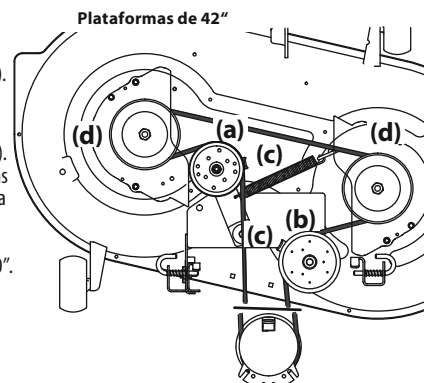
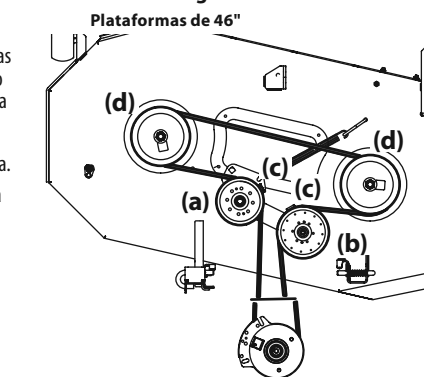
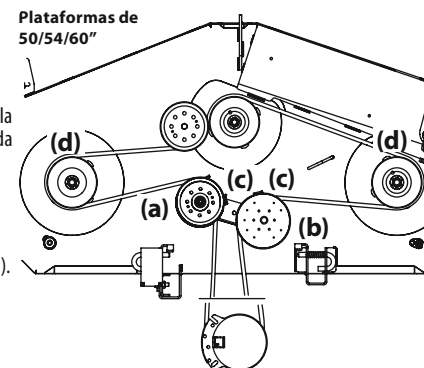

Figura 43
Figura 44
Figura 45
- Afloje, pero no quite los herrajes de la polea loca a la derecha (a) y la izquierda (b). Consulte la Figura 43 para las plataformas de 42", la Figura 44 para las plataformas de 46" y la Figura 45 para las plataformas de 50", 54" y 60".